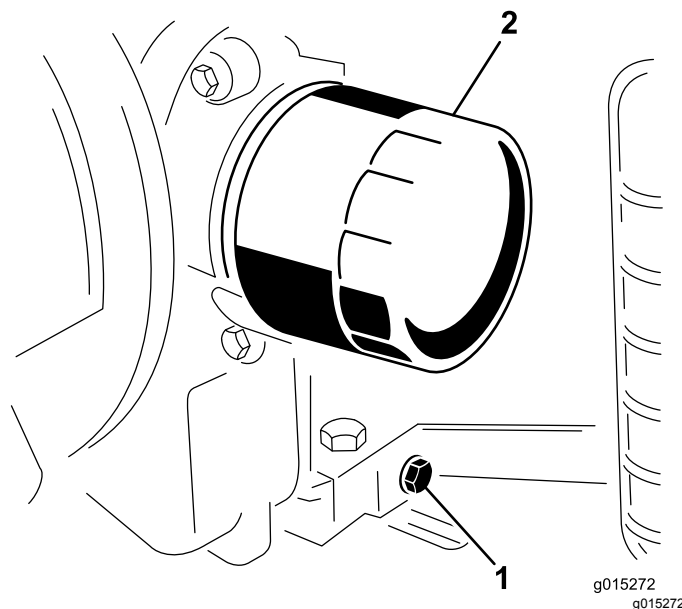

Figura 15
4. Coloque um recipiente debaixo do orifício de escoamento de óleo. Retire o tampão de escoamento para que o óleo esorra (Figura 15).